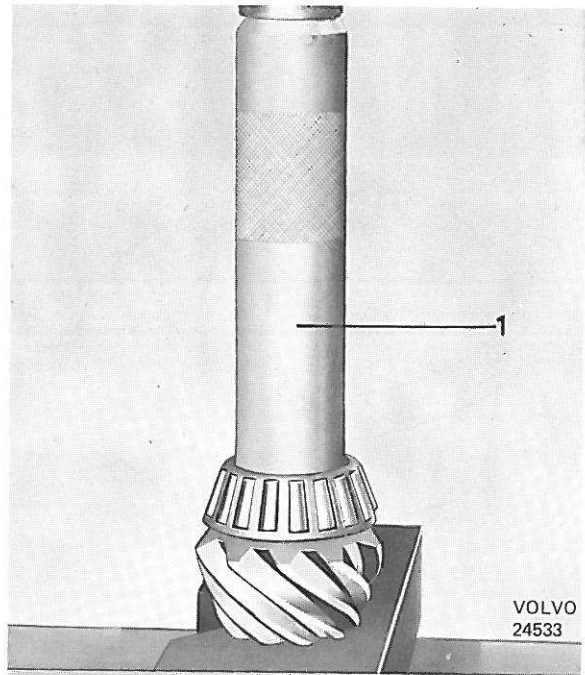
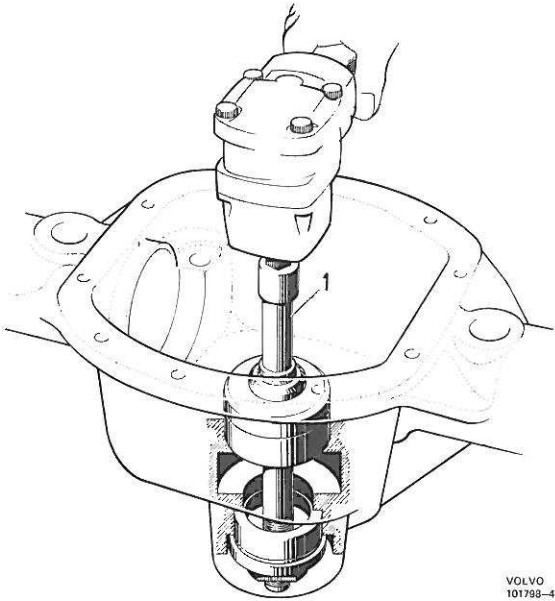

Figure 52. Remontage du roulement arrière de pignon
Figure 53. Remontage des bagues de palier
4. Presser le roulement arrière sur le pignon avec la douille SVO 2395 pour les types 23, 27, 30 et SVO 2842 pour le type 31, voir figure 52. REMARQUE: La rondelle située sous le cône du roulement arrière d'un nouveau pont Volvo ne doit pas être remontée après une remise à neuf. Poser les cales de réglage déterminées au paragraphe 3 et enfoncer les bagues extérieures des deux roulements avec l'outil SVO 2688 pour les ponts du type 23, SVO 2686 pour les ponts du type 27, 30 et SVO 2845 pour le type 31, voir figure 53.